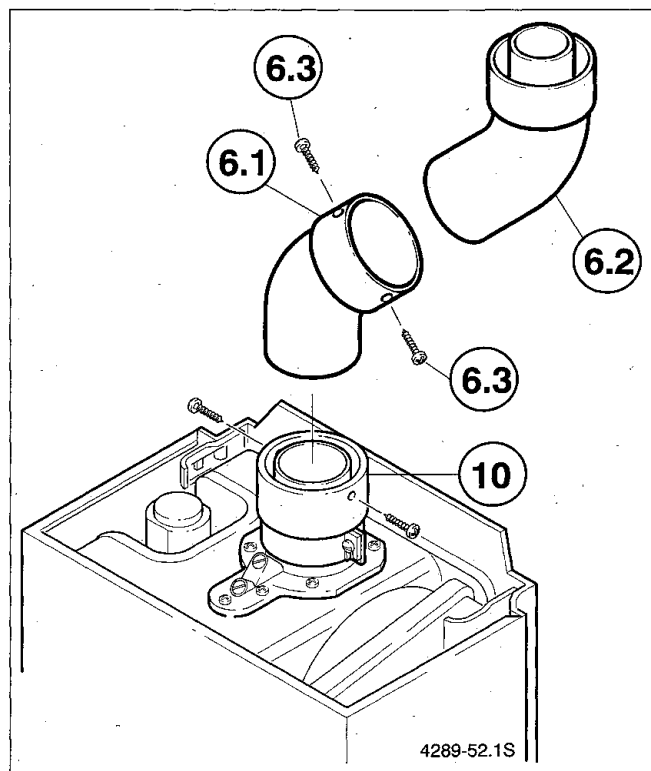

Bild 9
- Versatzbogen (6.1, 6.2) entsprechend Bild 9 einbauen und verschrauben.